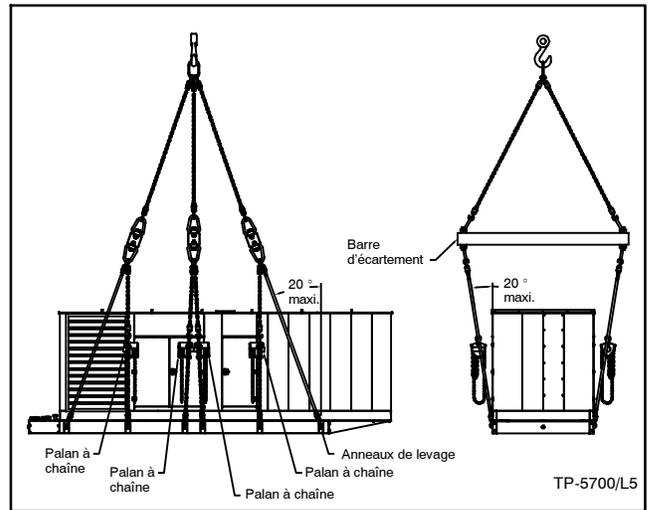

Figure 2-15 Méthode de levage à douze anneaux, trois barres d'écartement et huit palans à chaîne
Utiliser trois barres d'écartement et huit palans à chaîne (Figure 2-15) pour les embases à douze anneaux de levage.
- Poser une paire d'élingues extérieures sans dépasser l'angle maximal indiqué à la Figure 2-15.